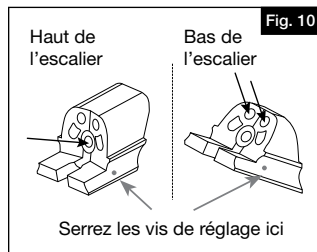
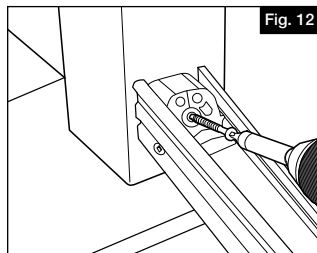

Fig. 10
Fig. 12
- a. Installez une #6 x 3/4" (no. 6 x 1,9cm) vis de réglage sur l'intérieur du longeron inférieur pré perforé, en vous assurant que les vis de réglage connectent le longeron inférieur pré perforé au support d'attache, dans l'emplacement indiqué en Figure 10. Ceci devrait être le plus près possible de la face interne du support afin que la vis soit bien enfoncée.
- c. Sécurisez les supports au poteau à l'aide de 3 #10 x 2.5" (no. 10 x 6,35cm) vis de montage (G) sur chaque support, en débutant par le trou de la vis du centre (Figure 12). Si en l'utilisant avec un poteau structurel RDI et des vis, vous entrez en contact avec de l'acier, utilisez alors les vis non peintes de # 10 x 2"/ (no. 10 x 5,08cm) (1) lorsque nécessaire. Ceci peut se produire aux endroits des vis indiqués en Figure 10, dépendamment de l'angle de l'escalier.